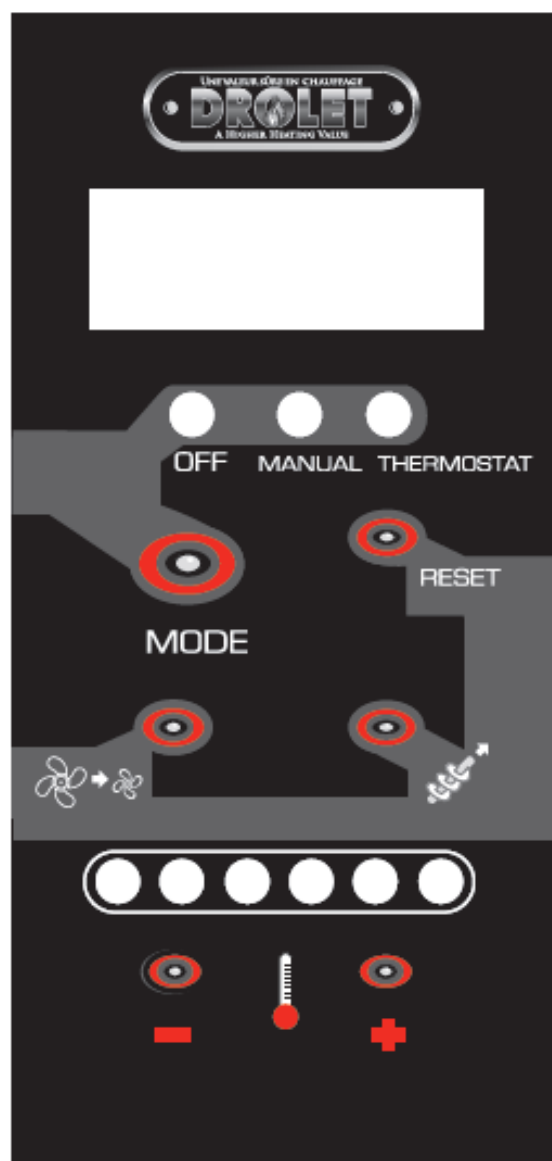

FIGURE 17
2.6. PANNEAU DE CONTRÔLE (Voir Figure 17)